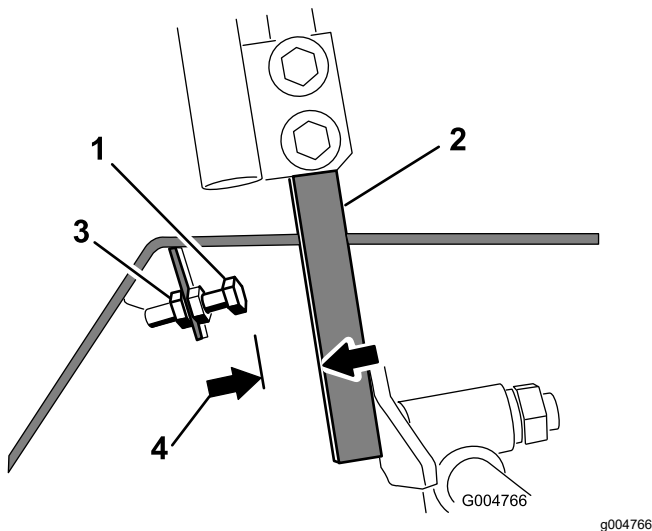

Figura 88
- Afloje la contratuercas del perno de tope de una palanca de control (Figura 88).